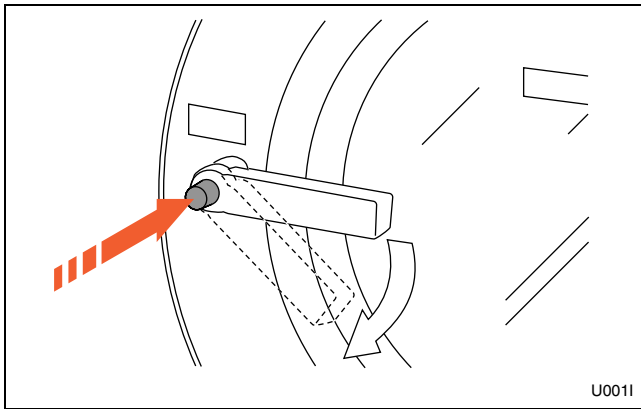

Figura 36
2. Pulse el botón y gire la palanca hacia la derecha para abrir. Consulte la *Figura 36*.